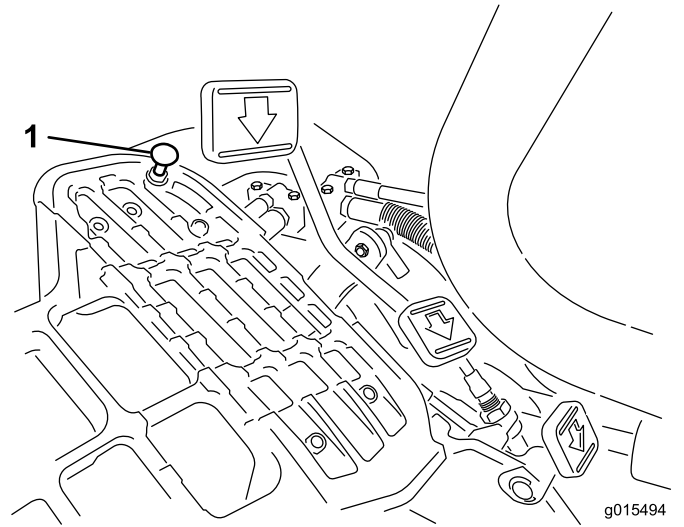

图48
向下踩驱动踏板。如果在拉线感到张紧力之前，踏板接触到限位器（图48），则需要进行调整：
1. 松开将踏板限位器固定到底板上的凸缘头锁紧螺母（图48）。